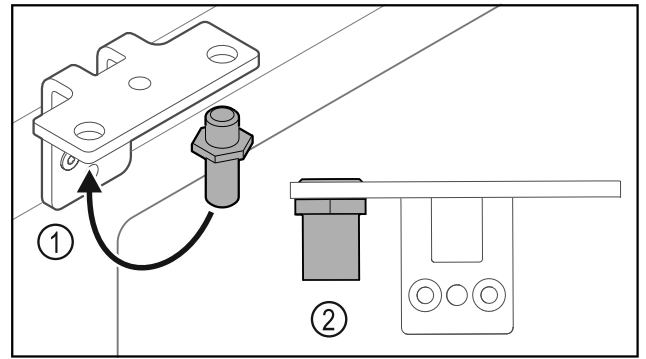

Fig. 32
- ▶ Bolzen Fig. 32 (1) im Scharnierwinkel umsetzen.
- ▶ Bolzen Fig. 32 (2) mit **Drehmoment von 12 Nm** anziehen.